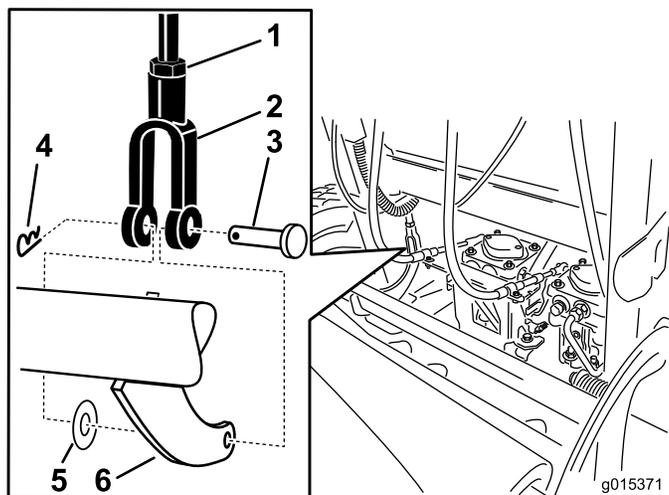

Figure 71
5. Pour régler le frein, retirez la goupille fendue et l'axe de chape du levier de frein inférieur et de la chape (Figure 71).
6. Desserrez l'écrou de blocage (Figure 71).
7. Tournez la chape (Figure 71).
8. Fixez la chape au levier de frein inférieur avec la goupille fendue et l'axe de chape (Figure 71).
9. Resserrez l'écrou de blocage (Figure 71).